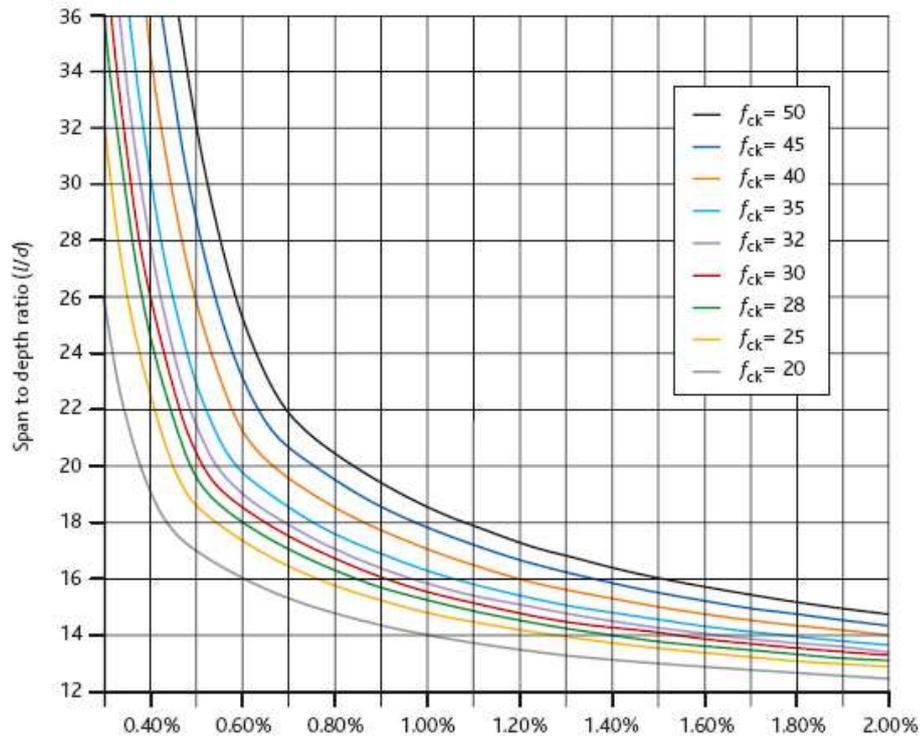

Figura 2.6.1. Valores l/d que dependen de ρ y f_{ck} .
-Obtener el valor l/d de la figura 2.6.1 a partir de ρ y f_{ck} .